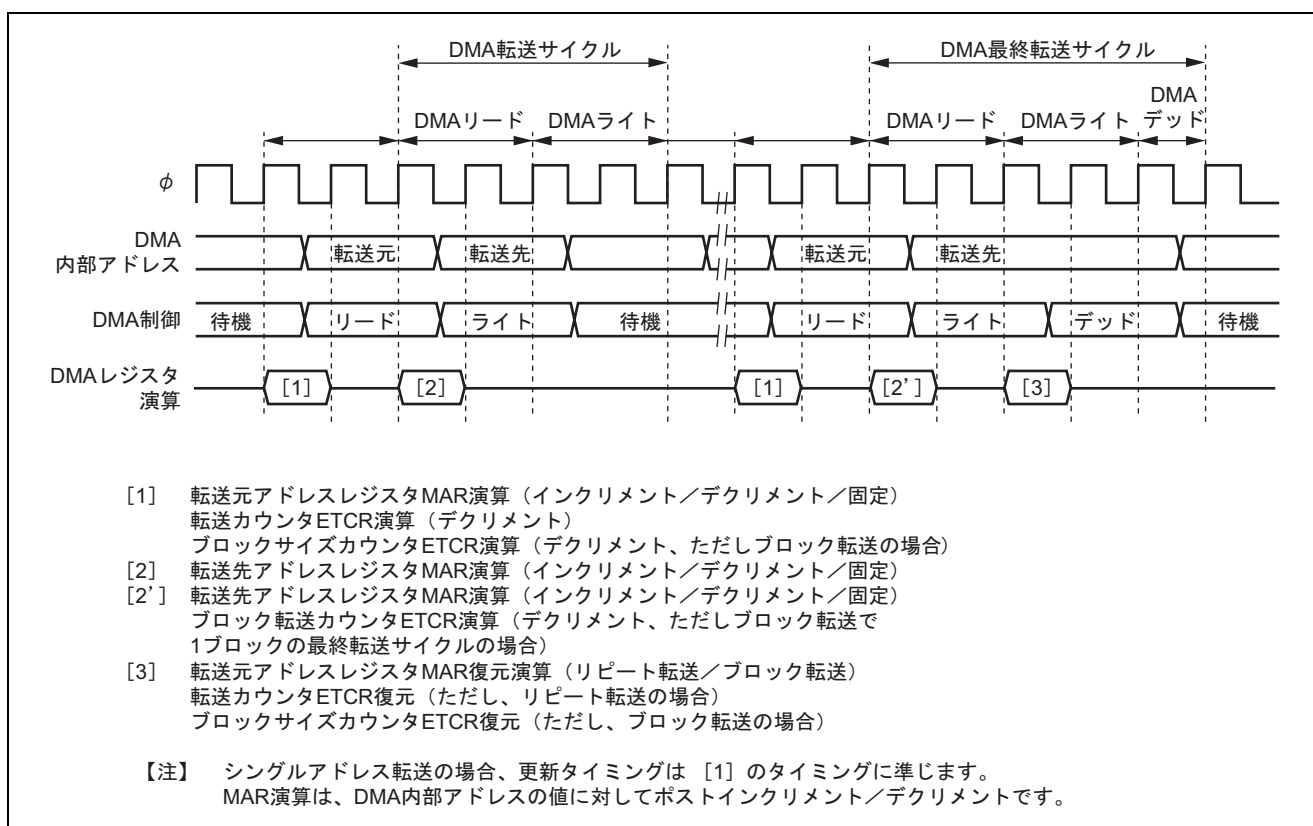

図 7.39 DMAC のレジスタの更新タイミング
- DMA制御は、バスサイクルより1サイクル早く起動し、アドレス値を出力します。このため、MARはDMA転送前のバスサイクルに更新されます。図7.39にデュアルアドレス転送モードにおけるDMACのレジスタの更新タイミング例を示します。